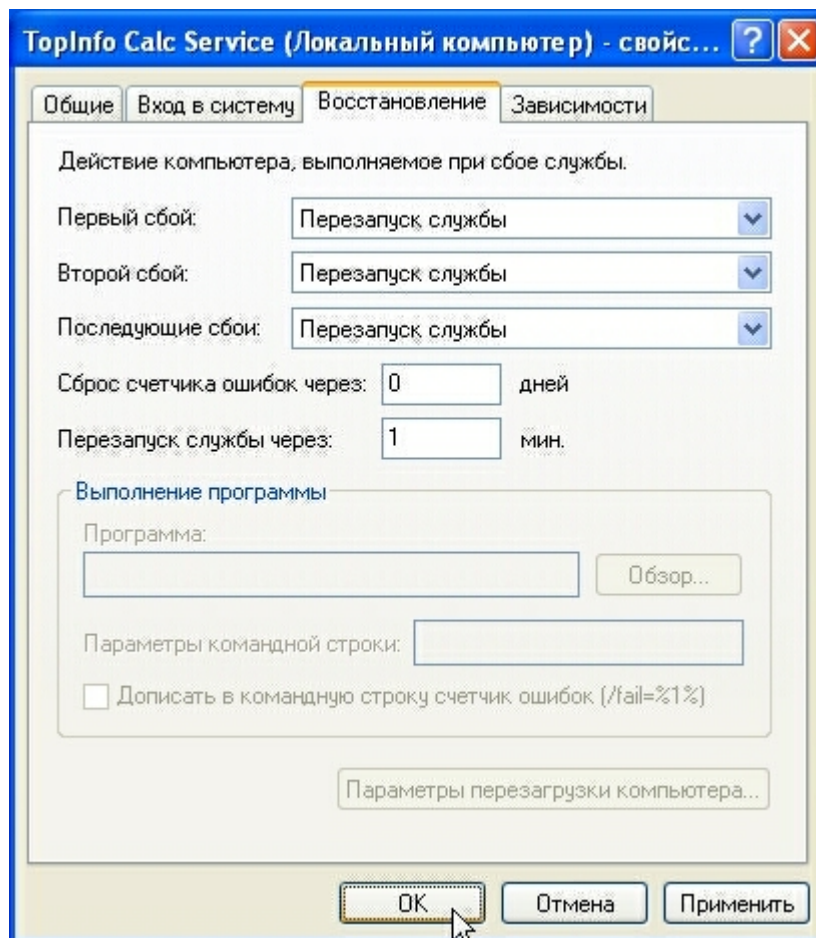

Рис. 4.25. Консоль управления «Службы». Настройка восстановления при сбоях сервиса
- 4.3) Действия при сбоях сервиса (см. Рис. 4.25) определяют, будет ли сервис автоматически перезапускаться при сбоях или нет.